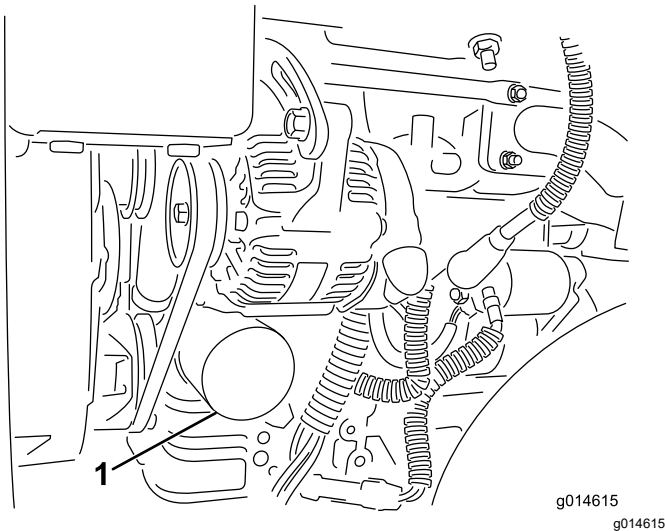

Figure 32
2. Déposez le filtre à huile (Figure 32). Appliquez une fine couche d'huile sur le joint du filtre de recharge.